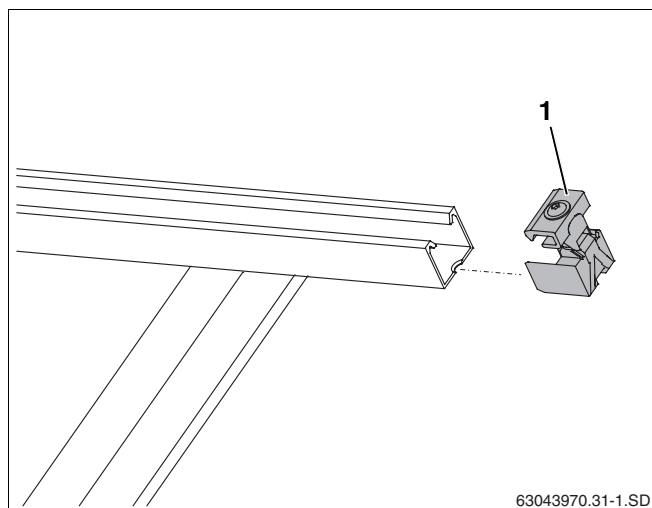

Fig. 45 Inserimento dei terminali di fissaggio
- Spingere terminali di fissaggio (fig. 45, **pos. 1**) nelle guide profilate all'estremità destra del campo di collettori, finché i terminali non si saranno agganciati nel primo foro oblungo delle guide profilate.